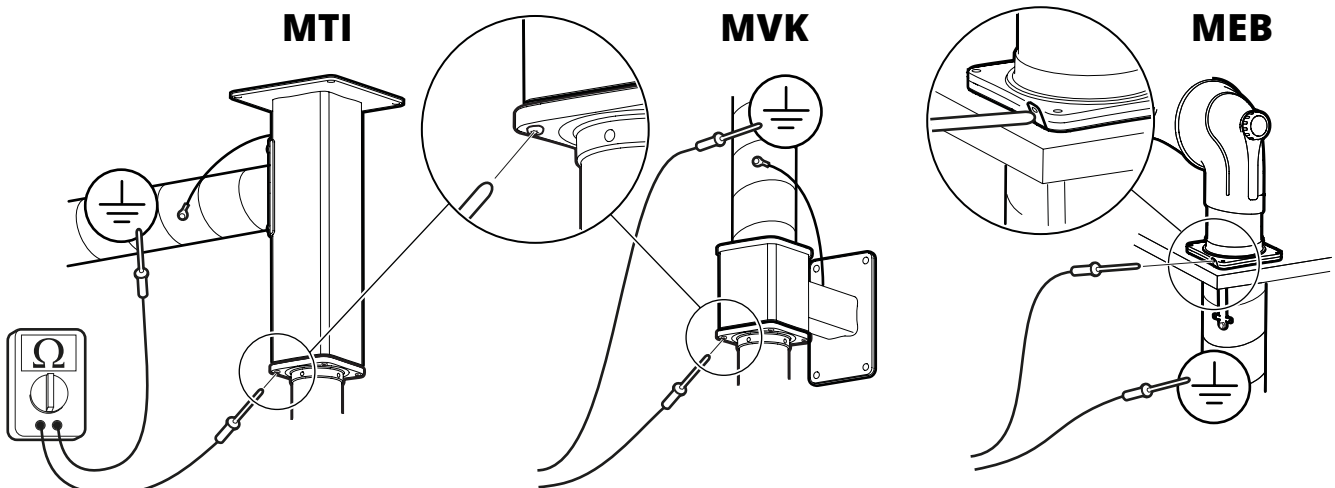

Fig. 13
4. Den Widerstand der Erdung mit einem kalibrierten Ohmmeter messen, siehe **Fig. 13**. Der Widerstand zwischen den Messpunkten (Erdungsebene/Produkt) muss kleiner als 1 MΩ sein.